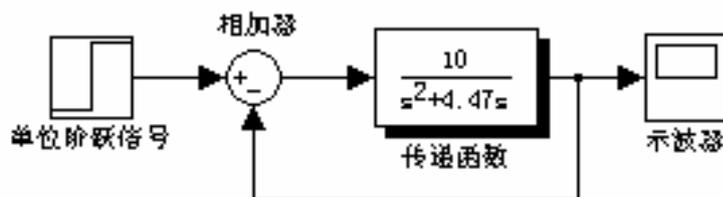

图 7.2.8 二阶系统模型
4. 将模块全部选中，选择菜单【Format】|【Font】通过字体对话框将所有字体设置为“宋体”，如图 7.2.8 所示。